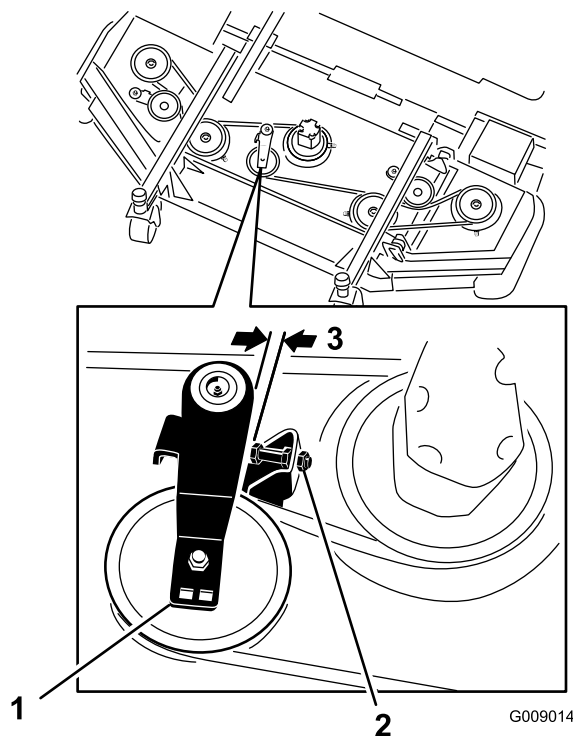

Figure 126
3. Sur le plateau avant central, desserrez les écrous de blocage sur la vis d'arrêt de la poulie de tension et vissez la vis d'arrêt dans le support (Figure 126).
4. À l'aide d'une clé à cliquet ou d'un outil similaire, éloignez chaque poulie de tension de plateau latéral de la courroie d'entraînement pour détendre cette dernière et pouvoir la déchausser de la poulie (Figure 126).